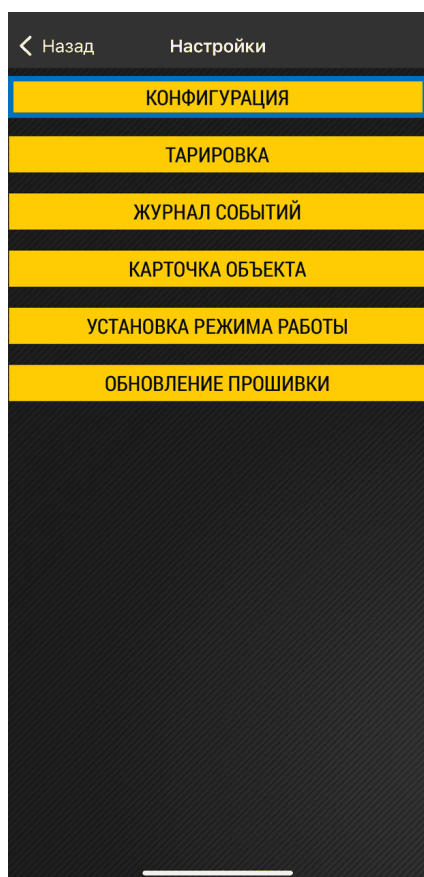
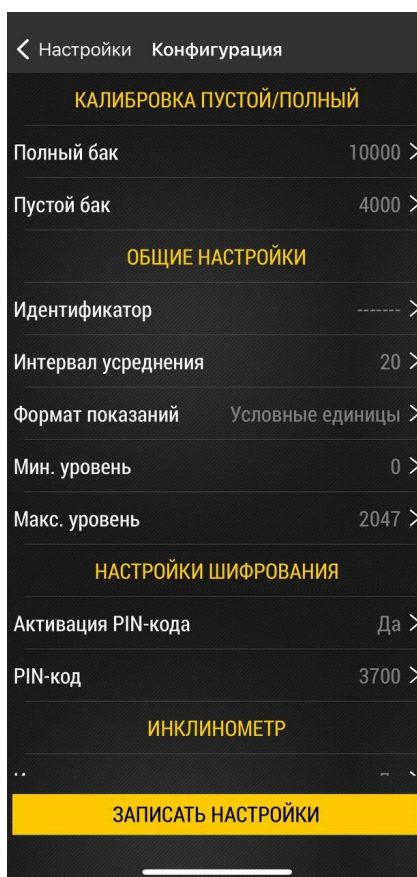

Рис.16. Главное меню
Рис.17. Настройки датчика
1. Выберите в Главном меню вариант **«Конфигурация»** (**Рис.16**). Откроется экран с настройками датчика (**Рис.17**).